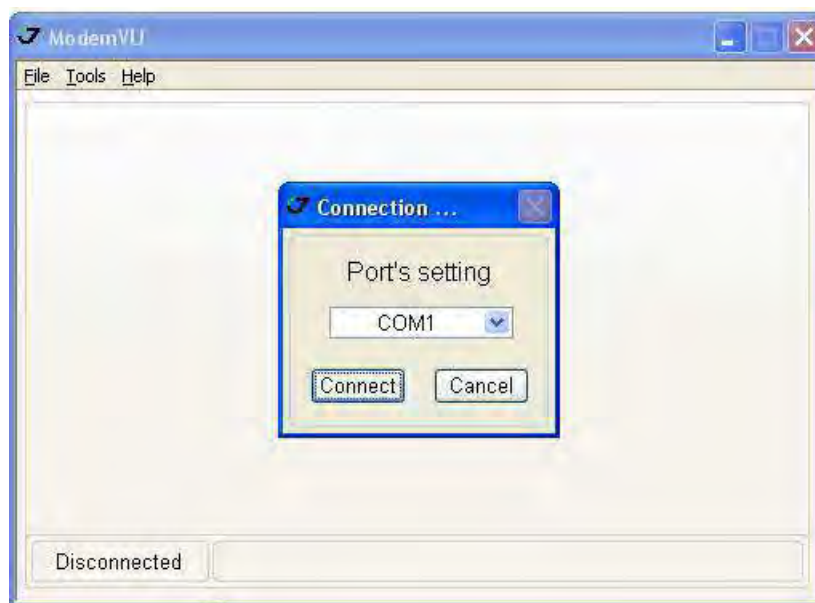

Рисунок 17. Соединение с ModemVU
- Выберите нужный последовательный порт (COM-порт) компьютера, к которому подключен приемник, для установления связи с ПК и нажмите кнопку *Connect* (Рис. 17).